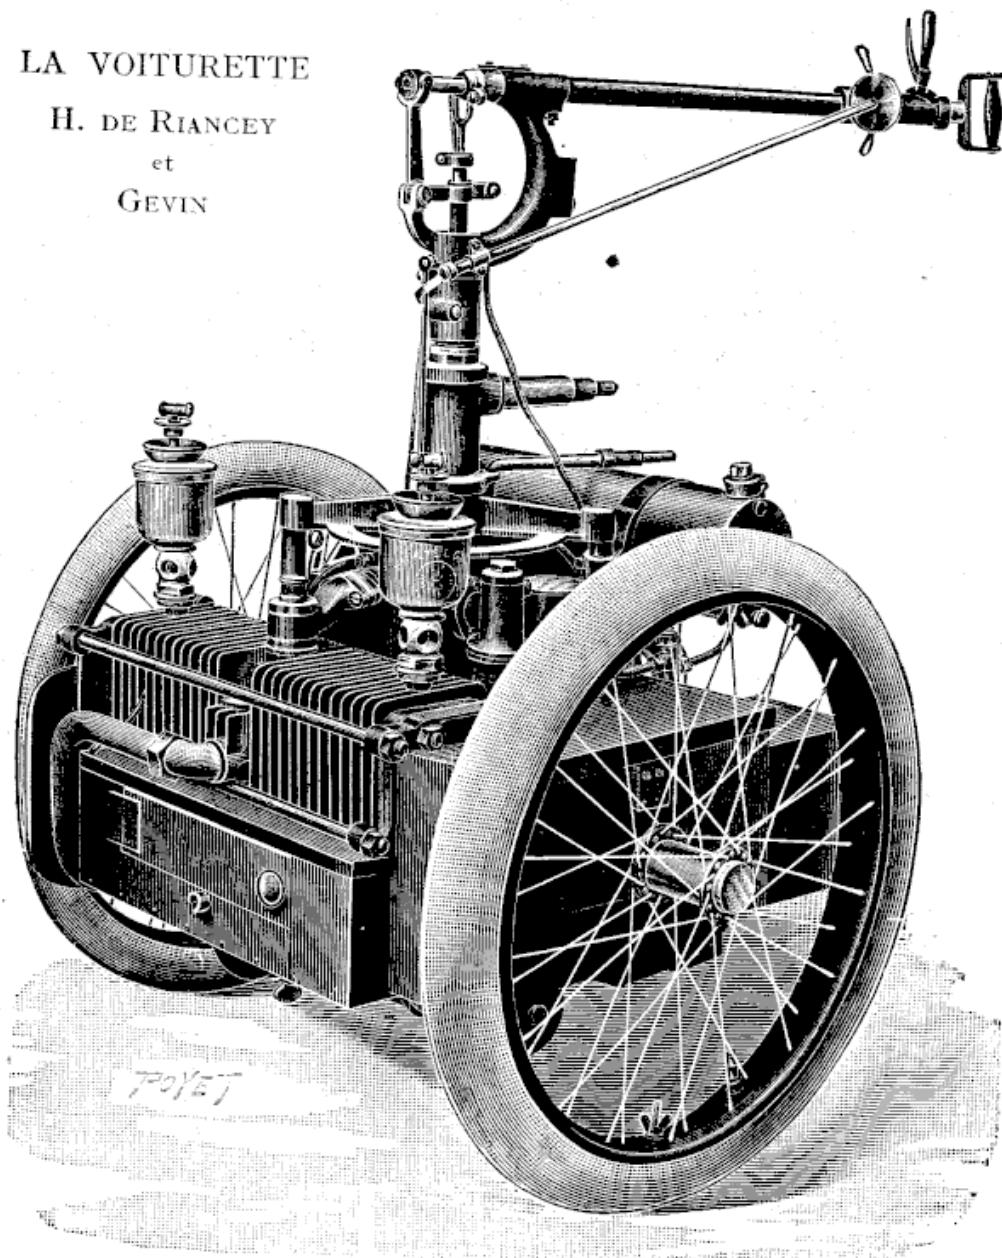

Fig. 105. — L'AVANT-TRAIN DÉTELÉ
*un* écrou : puis à retirer deux petites vis qui maintiennent une tôle sur l'échancrure du tablier. Voici le poney (fig. 105).